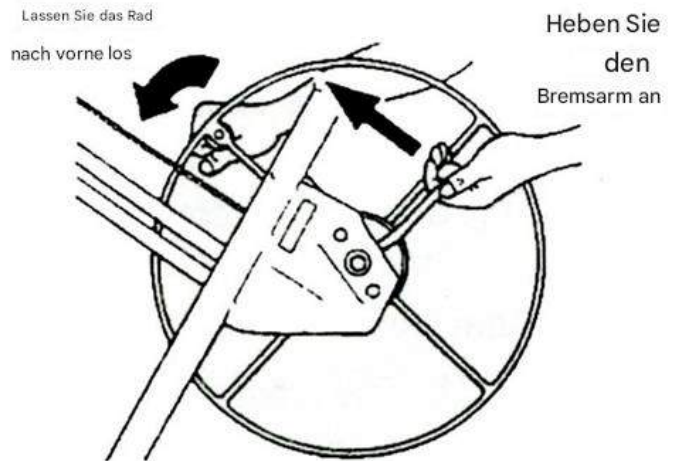

Abbildung 2
- a. Halten Sie die Winde und den Bremsarm wie in Abbildung 2 gezeigt. Drehen Sie die Winde vorsichtig nach vorne, während Sie den Bremshebel anheben, um ihn zu lösen.